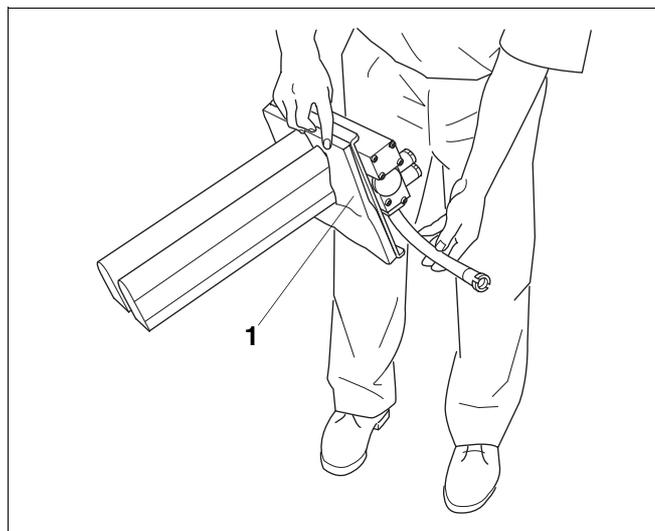

Abb. 43 Ausspülen der Brennerstäbe
- Brennerstäbe in Wasser mit Reinigungsmittel tauchen und abbürsten. Dabei darauf achten, dass der Wärmeschutz (Abb. 43, **Pos. 1**) am Brennerschild nicht nass wird!
- Restwasser durch Schwenken der Brennerstäbe entfernen (Abb. 43).